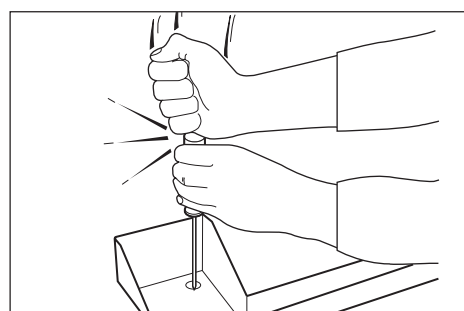

Fig. 8
- Forcer la cloison du bac d'égouttement jusqu'à sa rupture (Fig. 8). Contrôler que le trou soit en ligne avec l'entonnoir d'égouttement. Dans le cas contraire, déplacer la machine jusqu'à obtenir l'alignement.